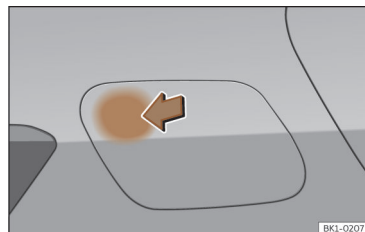

Abb. 57 Öffnung der Batterieladeklappe.
- Drücken Sie auf den Pfeilbereich der Batterieladeklappe, um sie zu öffnen >>> (Abb. 57).